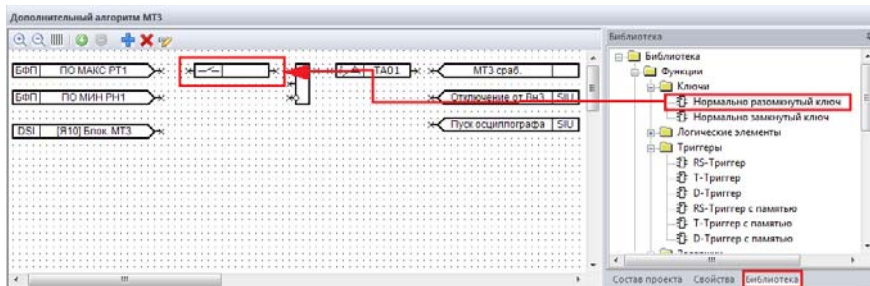

Рис. 23. Выбор элемента «Нормально разомкнутый ключ»
20. Для ввода или вывода логической схемы в работу необходимо установить программный ключ. Для этого во вкладке «Библиотека» в папке «Ключи» выбрать элемент «Нормально разомкнутый ключ», установить его в рабочем поле (рис. 23).